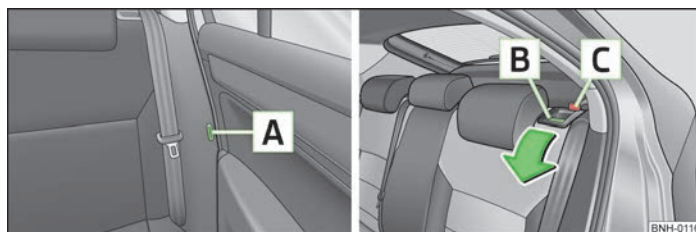

Fig. 36 Deblocarea spătarului banchetei
- Introduceți clema de fixare a centurii de siguranță în orificiul [A] » fig. 36 de pe partea respectivă a autovehiculului - poziție de siguranță.